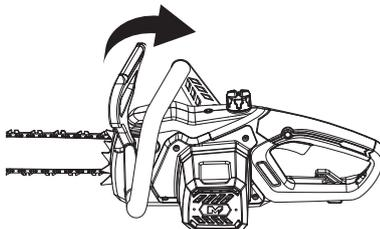
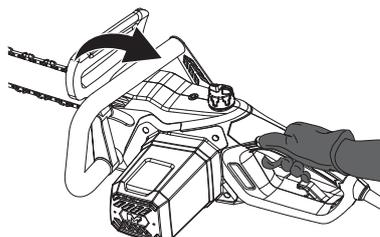

Fig. 17
Fig. 20
Poignée de frein [2] déverrouillée: l'appareil est prêt à l'emploi (Fig. 17).
1. Vérifiez que la poignée de frein [2] est bien désactivée. Désactivez la poignée de frein [2] en la tirant vers l'arrière, en direction de la poignée avant [1] (Fig. 17).
- Vérifiez que la poignée de frein [2] est bien désactivée (voir Fig. 17 ci-dessus).
- Saisissez l'appareil à deux mains, la main gauche sur la poignée avant [1] (pas sur la poignée de frein!) et la main droite sur la poignée arrière (12).
- Enfoncez le bouton marche/arrêt [18] pour allumer l'appareil (Fig. 20).